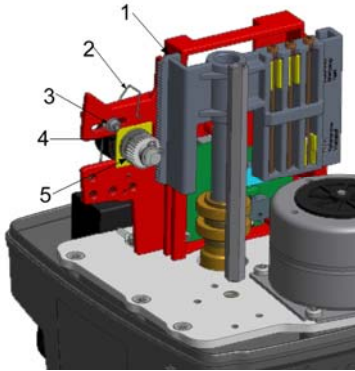

Bild 8
- Le desserrage de la butée (Fig. 8 Pos. 3) permet de modifier arbitrairement la valeur de résistance du potentiomètre (standard : 10% de la valeur ohmique maximale du potentiomètre).